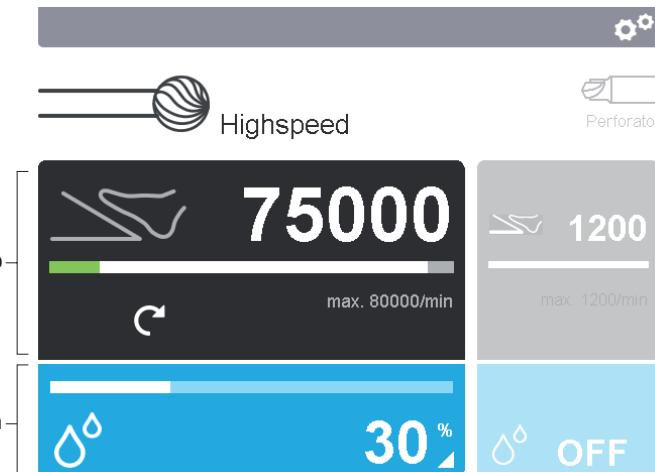

Рис. 5 Включение панелей управления
- ▶ Изменение параметров настройки рабочего элемента: Включить панель управления рабочим элементом **b** на дисплее 2, см. Рис. 5.